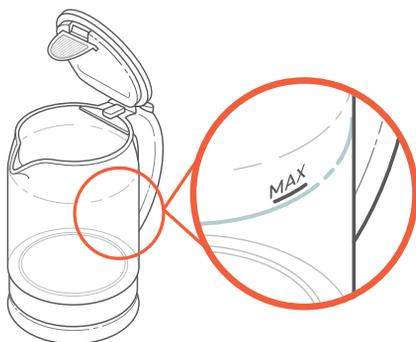

Figure 2.1
2. Remplissez la bouilloire jusqu'au niveau souhaité. **Ne remplissez pas** la bouilloire au-delà du niveau « **MAX** ». [Figure 2.1]